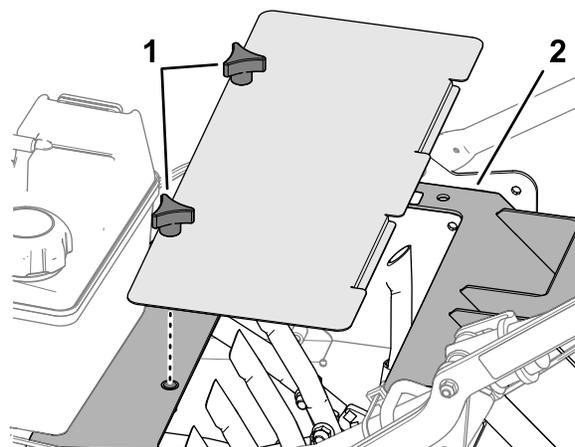

Рисунок 25
1. Отверните 2 ручки, с помощью которых крышка для доступа к зубьям подсоединена к корпусу зубьев (Рисунок 25).